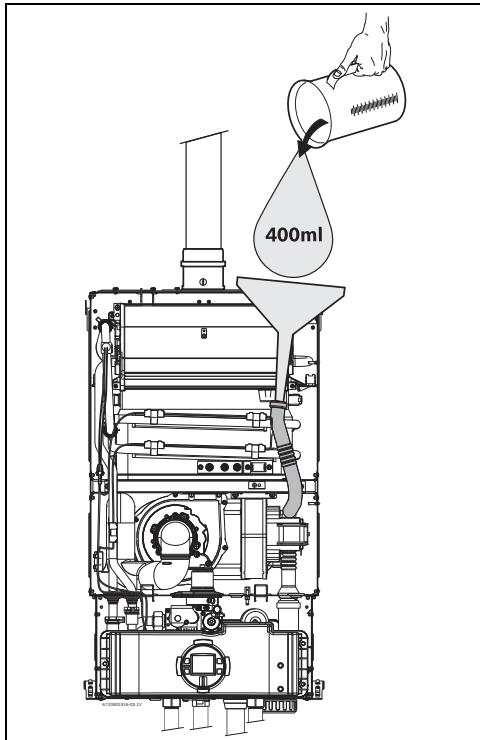

Рис. 62 Заполнение устройства для сбора конденсата после установки.
- ▶ Заполните устройство для сбора конденсата , залив примерно 14 унций (400 мл) воды через верхнюю часть сливной трубы. Во избежание повреждение прибора используйте при этом воронку, см. Рис. 62 .